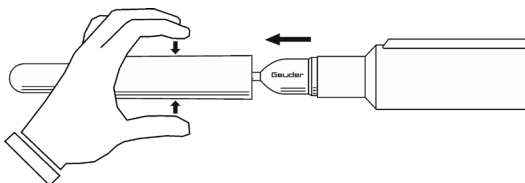

Abb. 2
- Entfernen Sie die Testvorderkammer gemäß Abb. 2.
- Entfernen Sie gegebenenfalls die Testvorkammer gemäß Abb. 2: